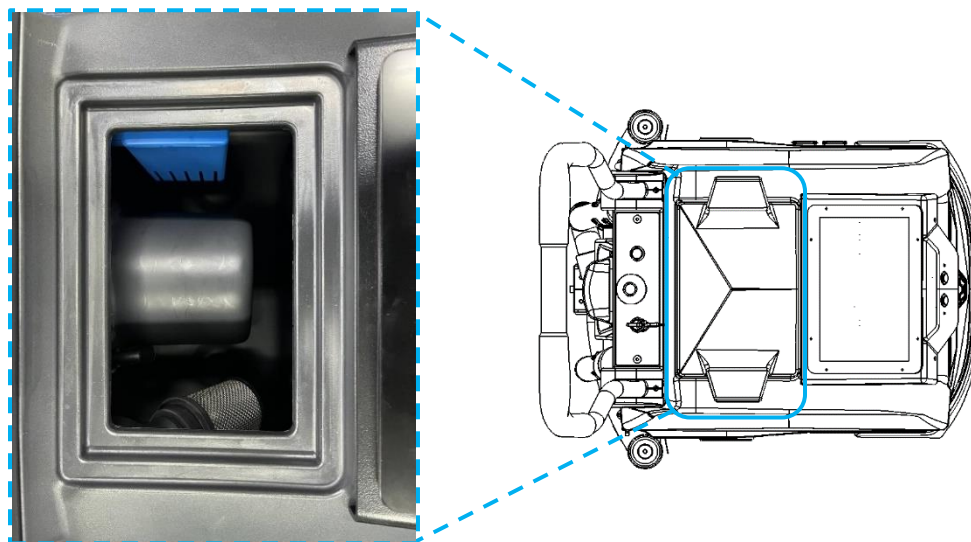

Fig. 2
3. Verwijder het bovenste luik (Fig. 2) en berg het zorgvuldig op.